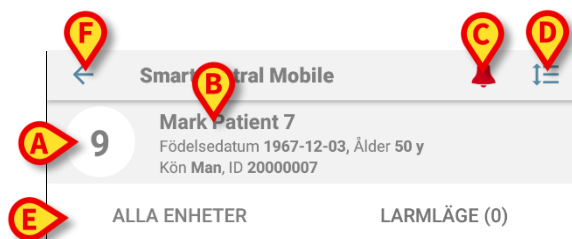

Fig. 51
I rubriksområdet (Fig. 51) är följande information och verktyg tillgängliga:
- Bäddnummer (Fig. 51 **A**).
- Patientdata (Fig. 51 **B**).
- Den röda ikonen av en klocka (Fig. 51 **C**) indikerar att det finns åtminstone en medicinteknisk produkt som är larmad på en av de andra bäddarna (de som nu inte visas). Om den röda klockikonen vidrörs, då Smart Central skärmen kommer att presentera en lista över oroade patienter.
- Använd ikonen i Fig. 51 **D** för att förstora enhetsområden och visa mer information för varje ansluten medicinteknisk produkt (Fig. 52). Typen av visad information beror på konfigurationen och den specifika enheten.
Tryck åter på ikonen (Fig. 51 **D**) för att gå tillbaka till det kompakta visningssättet.
- Använd filtren i Fig. 51 **E** för att visa antingen alla anslutna medicintekniska produkter eller endast de som ger meddelanden.
Använd pil-tillbaka-knappen (Fig. 51 **F**) för att gå tillbaka till skärmbilden Central.